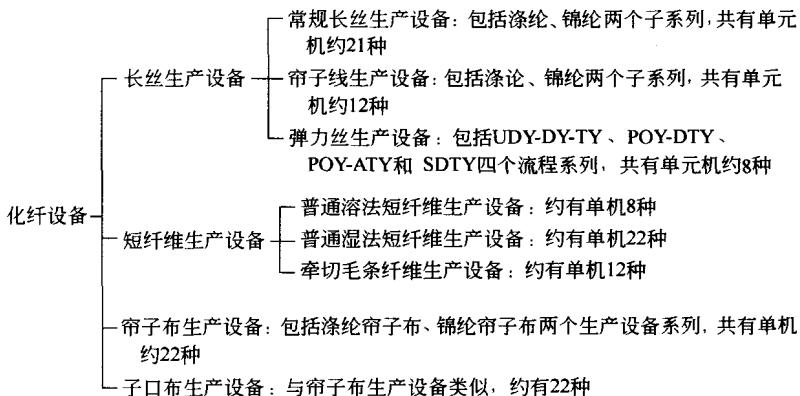

图 1-2 化纤设备分类图
**3. 化纤设备** 化纤设备通常分为长丝生产、短丝生产、帘子布和子口布等四大系列设备。各大系列下又有若干小系列,如图 1-2 所示。